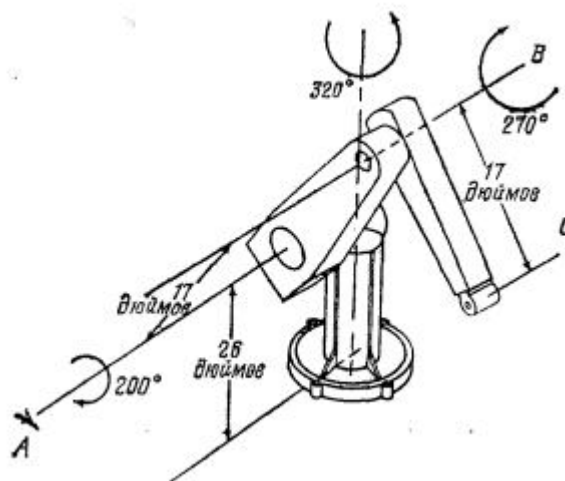

Рис. 1. Строение робота
3. Определить разрешающую способность управления и ошибку робота модели PUMA, показанного на рис. 1. Определить также пространственную разрешающую способность робота, если механическая ошибка равна 0,001 дюйма, (предполагается, что для обратной связи по положению и для управления используется 10-разрядный ЦАП.) Рассматривать только плоскую задачу.